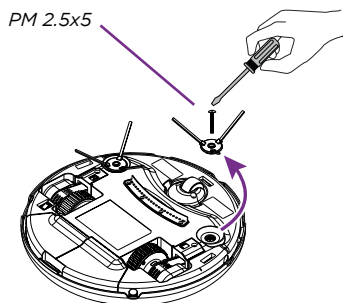

Fig 1
1. Quite la cubierta (Fig. 1 y 2)
1. Quite el depósito recolector de polvo (Fig 1).